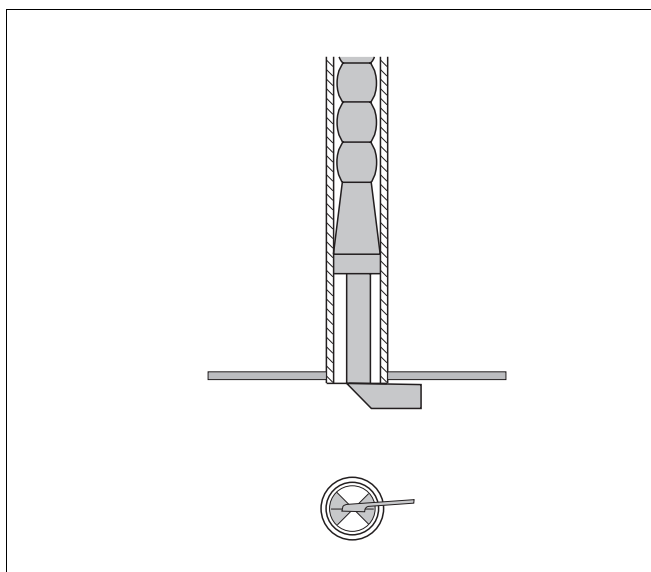

Fig. 49 Contrôle des turbulateurs
- Vérifiez si les turbulateurs adhèrent bien aux butées avant horizontalement par rapport aux tubes de fumées (fig. 49).